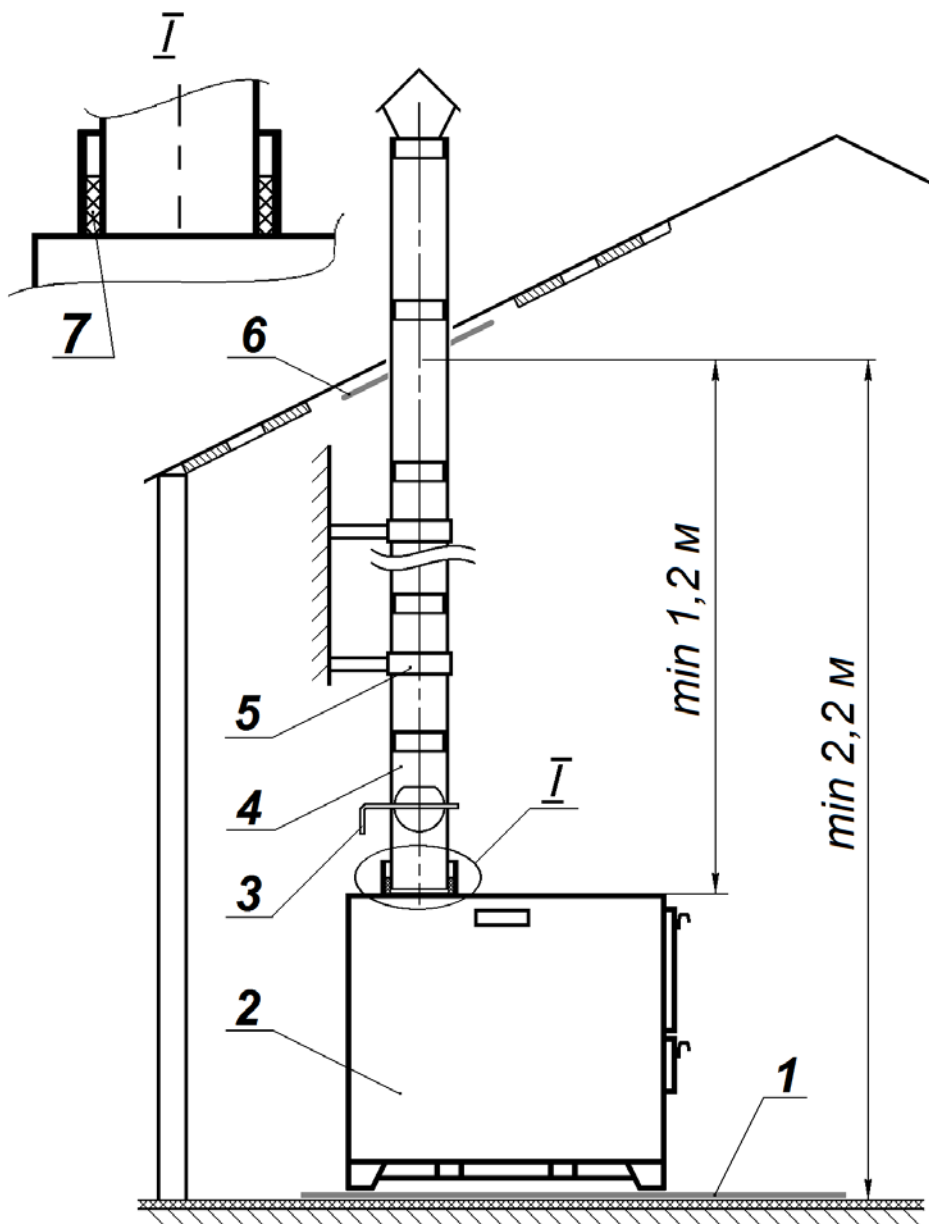

Рисунок 7. Схема монтажа печи и дымовой трубы:
5.5. Печь должна быть разгружена от веса дымовой трубы (рис.7).
5.6. Для защиты потолка на дымоход надевается потолочный проход (поз.6 на рис.7), выполненный из металлического листа толщиной 1 мм, с отверстием по центру.
5.7. Дымовая труба оснащена шибером (поз.3 на рис. 7). Звено трубы с шибером монтируется первым (поз.4 на рис. 7) .